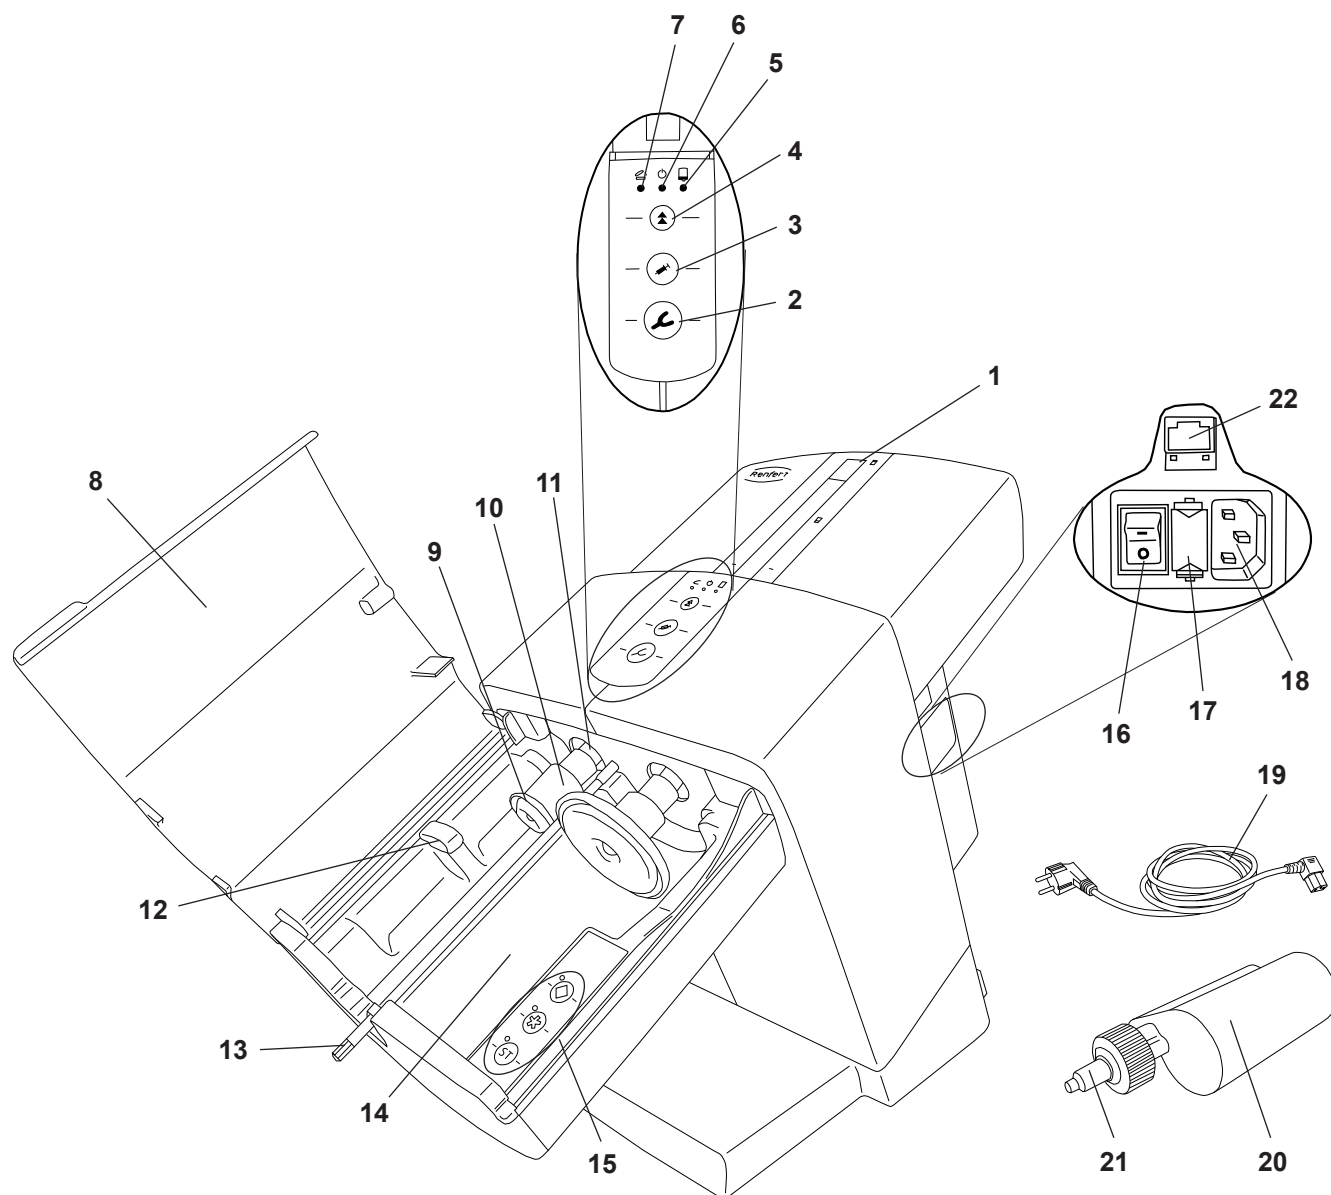

Fig. 1
- ⇒ Inserire il cordone di rete (19, Fig. 1) incluso nella confezione nella presa per l'allacciamento di rete (18).
- ⇒ Accendere l'apparecchio premendo il pulsante di rete (16).
- ⇒ Chiudere il coperchio dell'apparecchio (8, Fig. 1).
- ⇒ Premere il tasto di ritorno (4).
- ◆ Gli stantuffi (9, Fig. 1) tornano indietro nella posizione iniziale e si arrestano in questa posizione.
- ⇒ Rimuovere il dispositivo di sicurezza per il trasporto (23).
È possibile inserire e sostituire una cartuccia, solo quando i due stantuffi (9, Fig. 1) si trovano nella posizione di partenza.
⇒ Chiudere il coperchio dell'apparecchio (8, Fig. 1).
⇒ Aprire il coperchio dell'apparecchio (8, Fig. 1).
Finché il coperchio dell'apparecchio non è chiuso in modo corretto, la spia LED a luce rosso "coperchio dell'apparecchio" (7, Fig. 1) rimane accesa.
- Siringa (3) bassa velocità di estrusione
- ◆ L'asta esagonale (13, Fig. 1) comincia a ruotare e si inserisce automaticamente nel puntale miscelatore (21, Fig. 1) prima di fermarsi nuovamente.